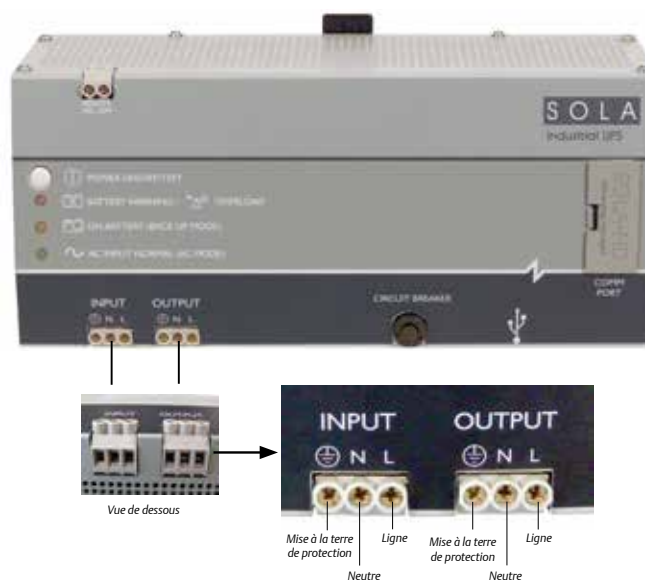

Figure 2 : Borne entrée/sortie
4. **Câblage de l'entrée/sortie : vérifiez que l'onduleur et l'alimentation c.a. sont hors tension (débranchés) avant toute installation:** Câblez les bornes de l'onduleur avec un câble de cuivre classé 90 °C selon le tableau ci-dessous. Branchez la borne de terre de l'entrée c.a. sur la terre de l'alimentation principale. Branchez la ligne sur les conducteurs d'alimentation neutres. Branchez les charges sur les connecteurs câblés de sortie. Vérifiez que les connexions de câblage sont correctes, puis mettre l'onduleur sous tension. Consultez la **Figure 2**.